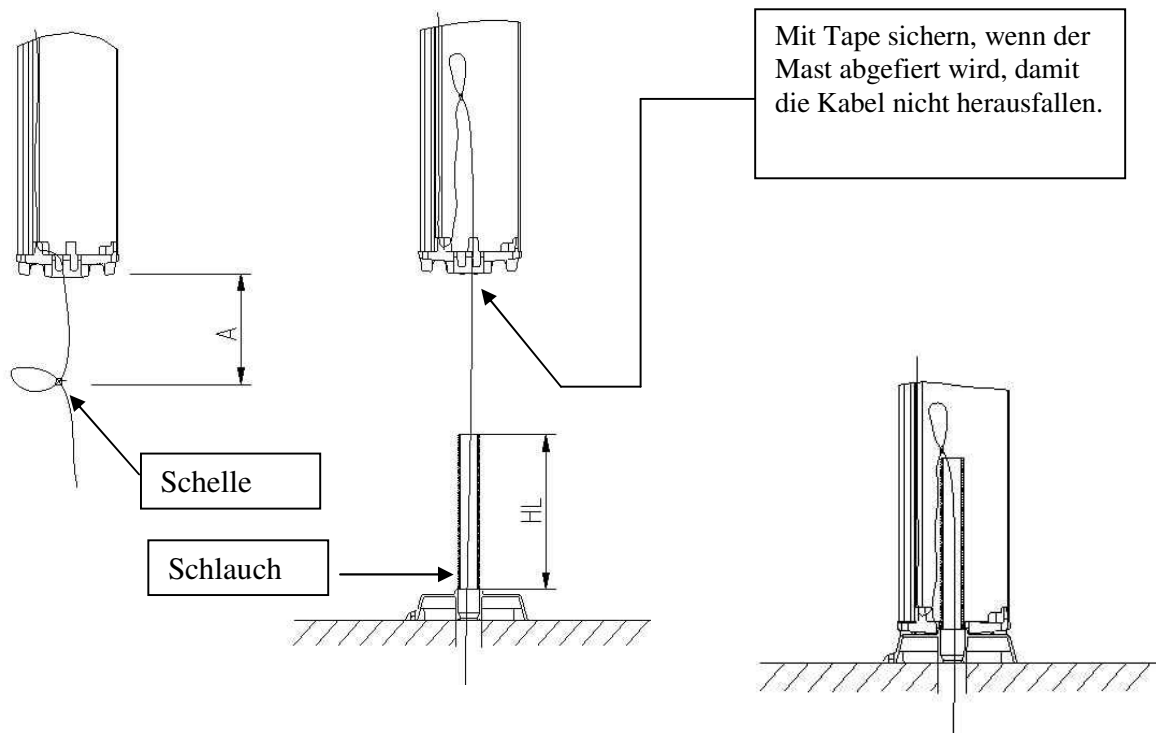

Abbildung 1
2. Wenn alle Kabel eingezogen sind, sollen alle Kabel im Bündel gestreckt und im Abstand “A” umgebogen werden. Siehe Abb. 1, unten. Mit einer Kabelschelle wird die Biegestelle fixiert.
4. Ziehen Sie so viel Kabel durch das Ausgangsloch, wie Sie für die Montage unter Deck benötigen gemäß Abb. 1.
6. Gehen Sie unter Deck und ziehen Sie das Kabel durch. Dabei muss eine Person an Deck das Kabel durch das Inspektionsloch in den Spiralschlauch einführen. Stoppen Sie das Durchziehen, wenn das ganze Kabel im Mast ist und im Bereich des Kabelbinders/Auge auf der Schlauchkante hängt. Siehe Abb. 1 rechts unten.